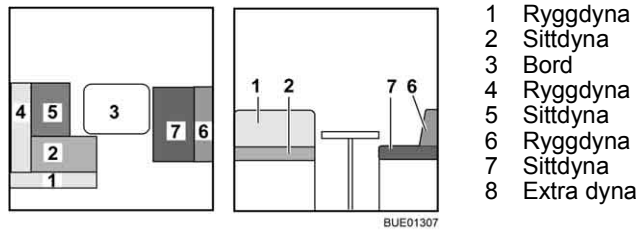

Bild 127 Före ombyggnaden
- Bygg om bordet (Bild 127,3) till sängbotten (se avsnitt 6.10).
- Tag bort ryggdynorna (Bild 127,1 och 4) och lägg dem åt sidan.